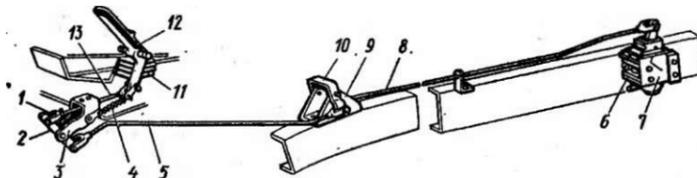

**Рис. 107. Двухсекционный тормозной кран:**
**Двухсекционный тормозной кран** (рис. 107) служит для управления исполнительными механизмами двухконтурного привода рабочей тормозной системы автомобиля. Тормозной кран закреплен четырьмя болтами на крон-